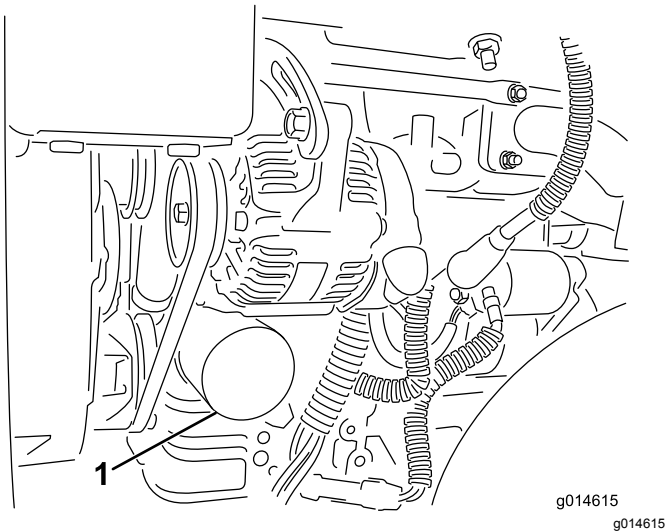

Figura 31
2. Retire o filtro do óleo (Figura 31). Aplique uma leve camada de óleo limpo na gaxeta do novo filtro.